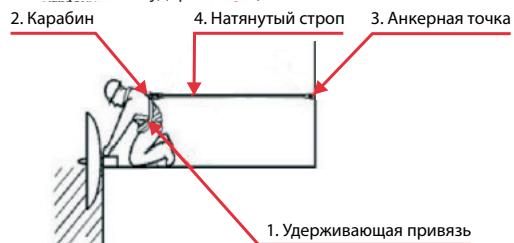

рис. 3
**Удерживающая система** – система ограничения движения на высоте, предназначенная для предотвращения попадания работника в зону риска падения и состоящая из удерживающей привязи, присоединяемой подсистемы для ограничения движения и анкерного устройства крепления (рис. 3–4).